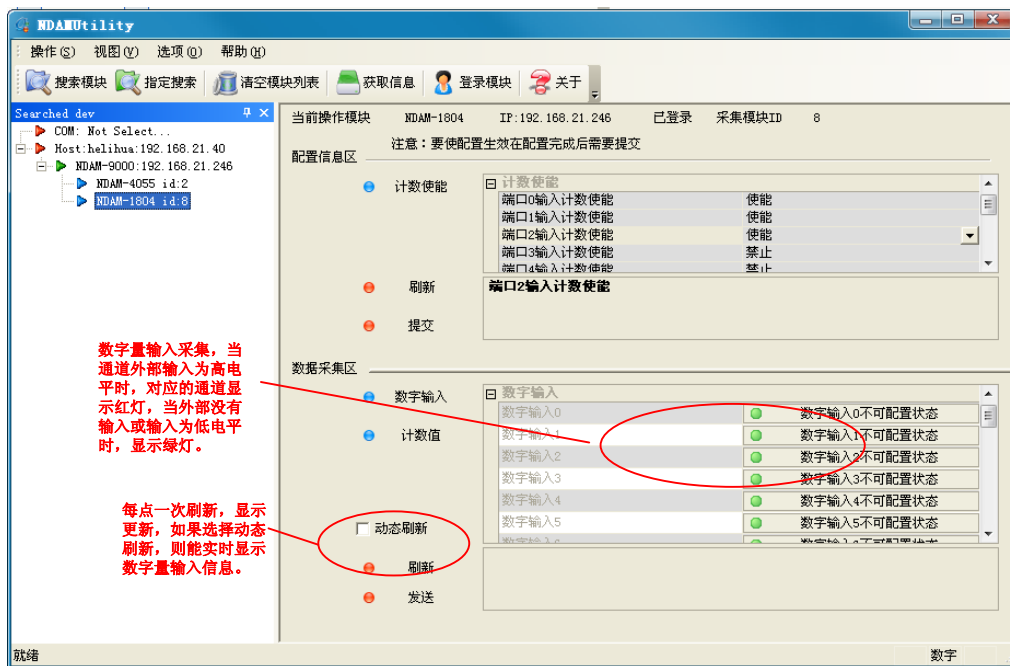

图 3.5 数字量输入采集
④ 根据输入接线说明，将需要测量的信号接入到相应通道，点击“获取信息”来获得模块的初始状态。
⑤ 通过显示窗口读出各通道的测量结果，可以将“动态刷新”前的复选框选中，如图 3.5 所示进行数据动态刷新（刷新时间间隔 1 秒）来监测测量结果。